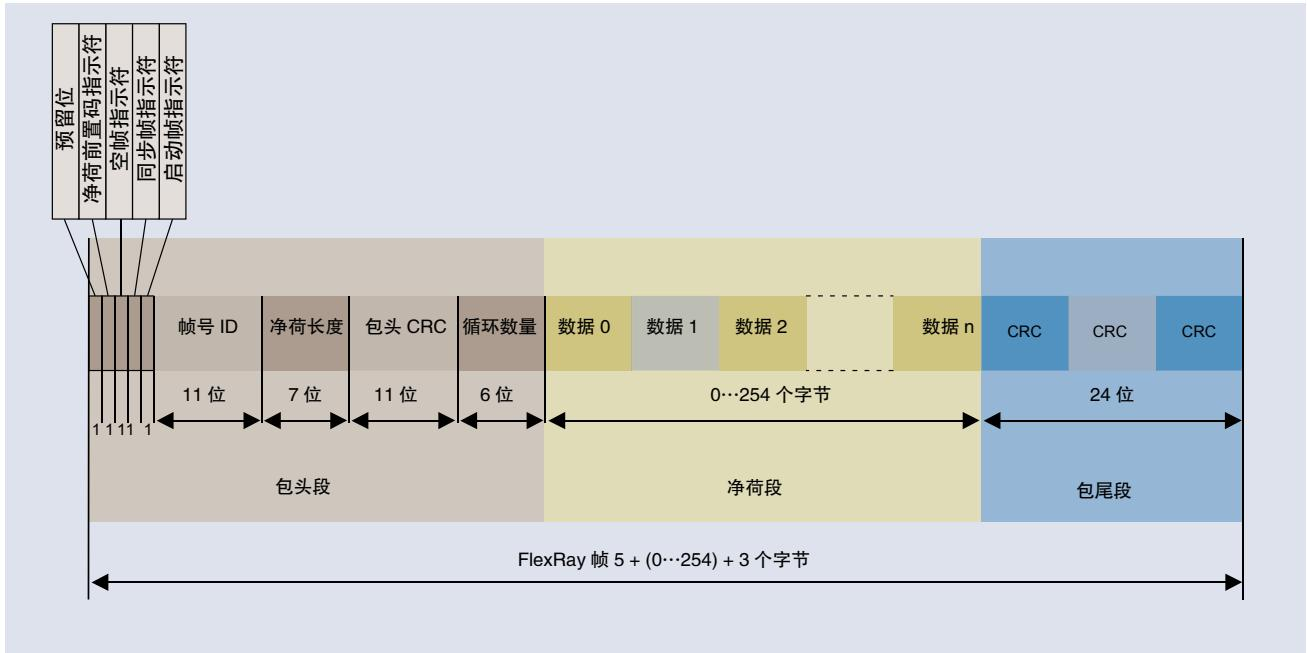

图 40. FlexRay 帧结构。
FlexRay 采用时间触发协议，通过同时包含静态帧和动态帧的通信周期，实现了以前的同步协议和异步协议的优势。静态帧是为总线上每台设备分配的时隙或预定长度，以便在每个周期期间通信。总线上的每台设备也有机会通过动态帧在每个周期中通信，动态帧的长度（和时间）可能会变化。FlexRay 帧由三个主要段组成：包头段、净荷段和包尾段。每个段都有自己的构成，如图 40 所示。
I2S 总线有多种常用的变通方案，称为左对齐 (LJ)、右对齐 (RJ) 和时分复用 (TDM)。I2S、LJ 和 RJ 之间的主要区别在于数据相对于 Word Select 信号的时间位置。在 I2S 中，MSB 在 WS 后延迟一个时钟。在 LJ，数据位与 WS 对齐。在 RJ 中，数据位与 WS 右对齐，如图 46 所示 (NXP Online)\*。TDM 与 I2S、LJ 和 RJ 类似，但支持两条以上的音频通道。图 40 所示实例拥有 8 条音频通道，每条通道有 32 个数据位。